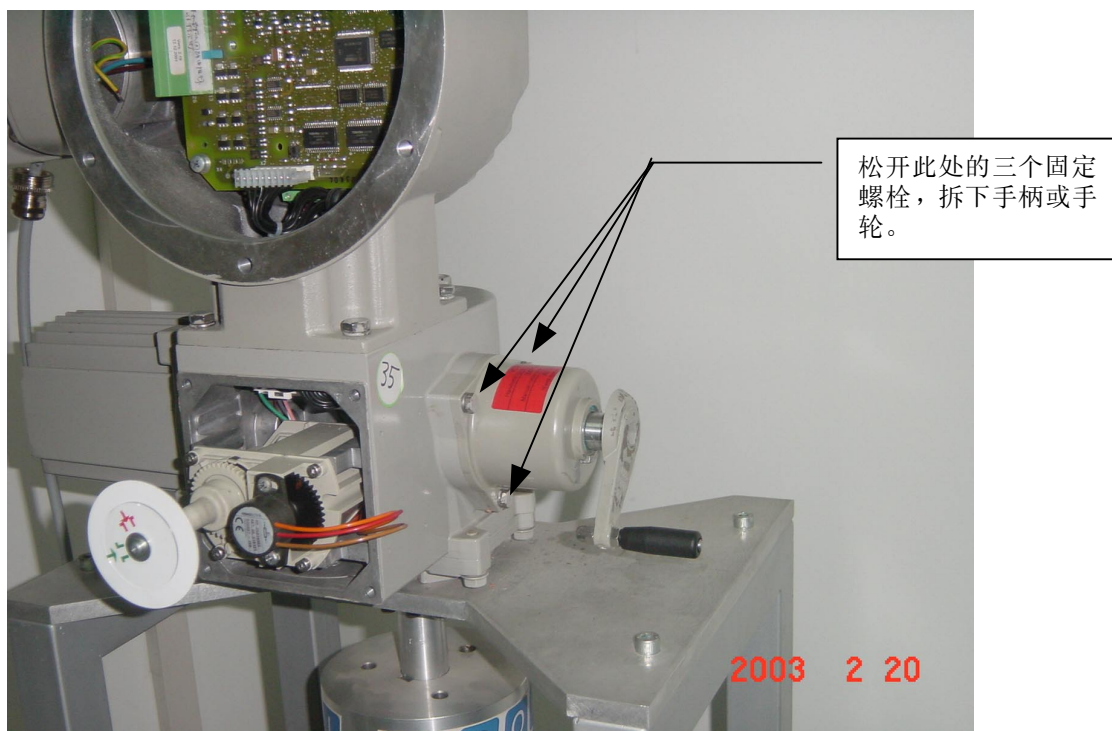

图1
- 3.1 均匀地松开手柄或手轮处的3个固定螺丝（见图1）。